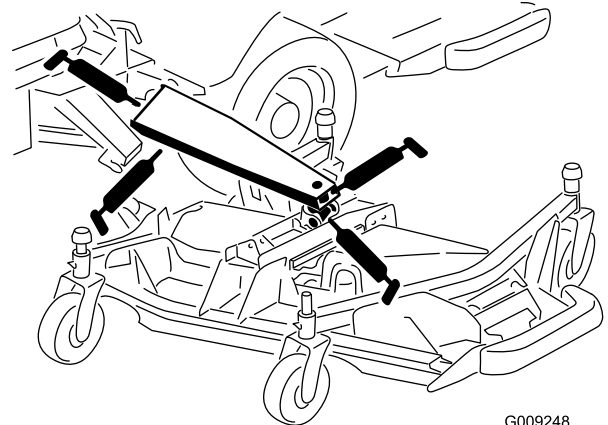

Figura 75
- 3 casquilhos do braço de elevação principal (Figura 75)
- 1 casquilho do cilindro de elevação (Figura 75)